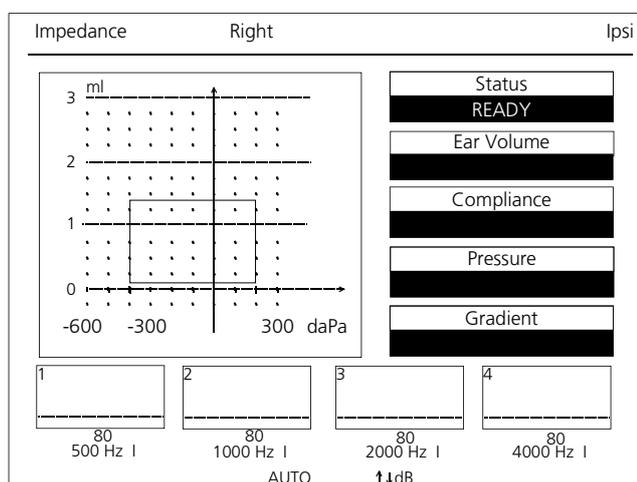

Figura 20 Visualizzazione del timpanogramma + Riflesso (pronto per la misurazione)
Impostare il livello di volume desiderato rispettivamente tramite il tasto Giù ⑩ e Su ⑫. Sullo schermo LCD ⑤ appare il livello selezionato in dB (nell'esempio in figura 20, 80 dB) al di sotto delle caselle del riflesso. La presenza di una "I" indica che è selezionata la valutazione ipsilaterale. È possibile selezionare livelli fissi di 70, 75, 80, 85, 90, 95 e 100 dB_{HL} e AUTO con un livello iniziale di 70 o 80 dB_{HL}. Se si seleziona AUTO, Race Car Tympanometer parte dal livello più basso di 70 dB_{HL} o 80 dB_{HL} e aumenta